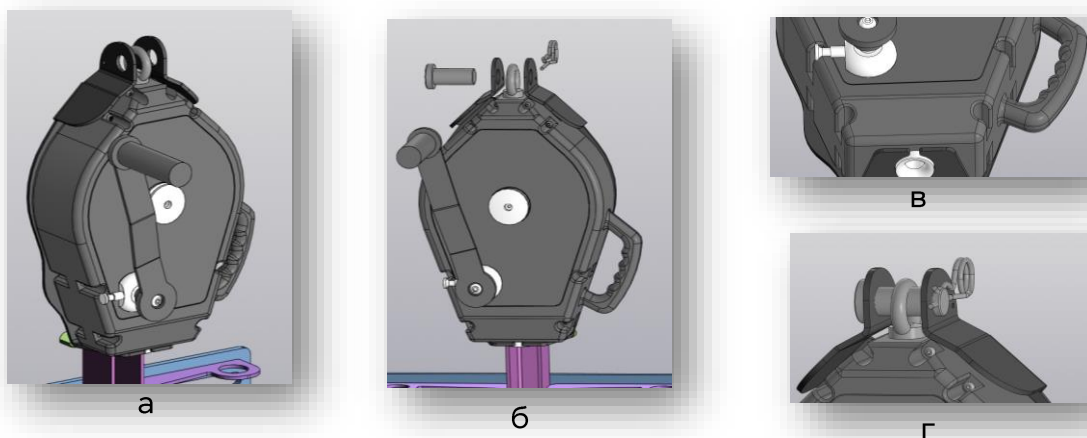

Рис.5 – Установка ЭВАК
- 2.1 Извлеките стопорный палец тип В его из отверстий держателя (Рис.5: а).
- 2.2 Вставьте СЗВТ-ЭВАК на анкерное устройство ПОРТАЛ (Рис.5: б-в).
- 2.3 Вставьте стопорный палец в держатель и зафиксируйте шплинтом (Рис.5: г).